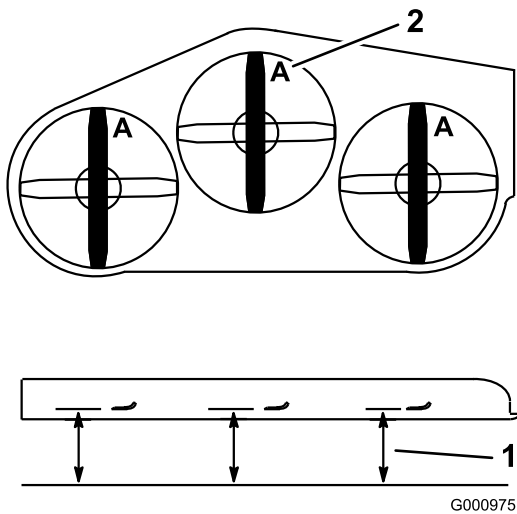

Bild 78
3. Drehen Sie die Schnittmesser, bis die Enden nach vorne und hinten gerichtet sind. Messen Sie von einer ebenen Fläche bis zu den Schnittkante (Position A) der Messer (Bild 78). Notieren Sie diesen Wert.